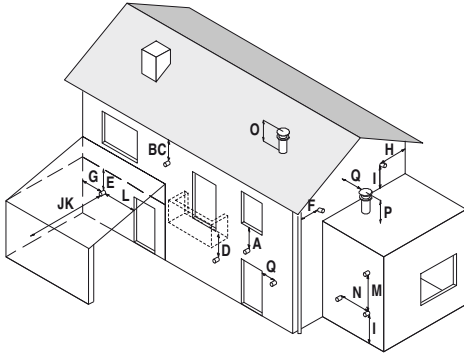

Fig. 5.22
- respetar las distancias mínimas de Fig. 5.22 y demás normas nacionales y locales vigentes.